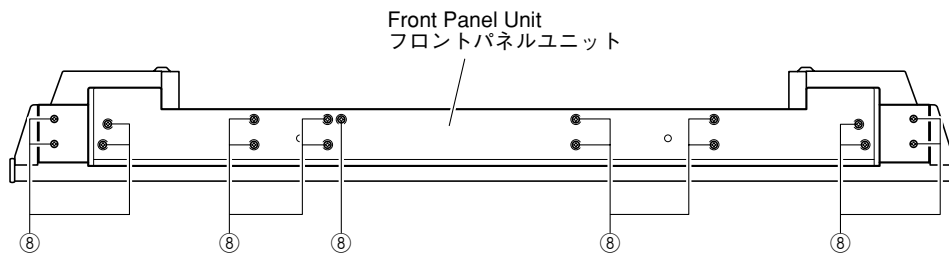

Fig. 7
- Remove 17 screws (⑧). (Fig. 7)
- ⑧のネジ17本を外します。(Fig. 7)